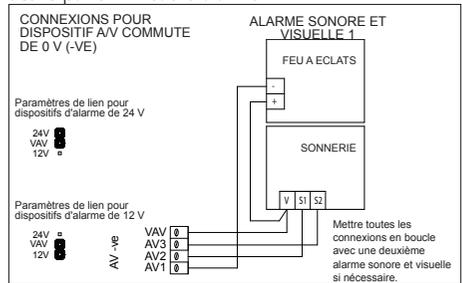

Figure 2.16 Connexions pour l'entraînement AV
La Figure 2.16 présente le schéma de câblage typique des alarmes sonores et visuelles (AV). Cet exemple correspond à une sonnerie à double tonalité. L'entraînement AV du Gasmaster est capable de
Le Gasmaster est compatible avec les alarmes de 12 V CC ou 24 V CC (le Gasmaster peut être défini pour 12 V CC ou 24 V ; pas les deux) : voir la Figure 2.16 pour connaître les paramètres de lien.